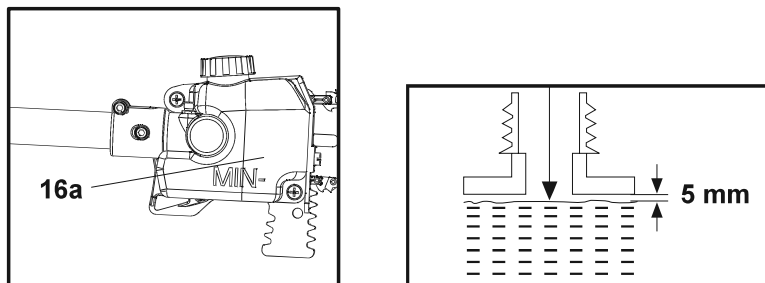

Fig. 17
4. Não adicione óleo até um nível inferior à marca "MIN" na janela de nível de óleo (16a), mas também não encha demasiado, deixando aproximadamente 5 mm de espaço entre a parte superior do óleo e o rebordo interior do depósito para permitir a expansão (Fig. 17).
5. Verifique a janela de nível de óleo (16a) antes do arranque e regularmente durante a utilização. Adicione óleo quando o nível estiver próximo da parte inferior da janela de nível de óleo (16a) (Fig. 17).
6. Limpe o lubrificante derramado com um pano macio e volte a colocar a tampa do depósito de óleo (16).